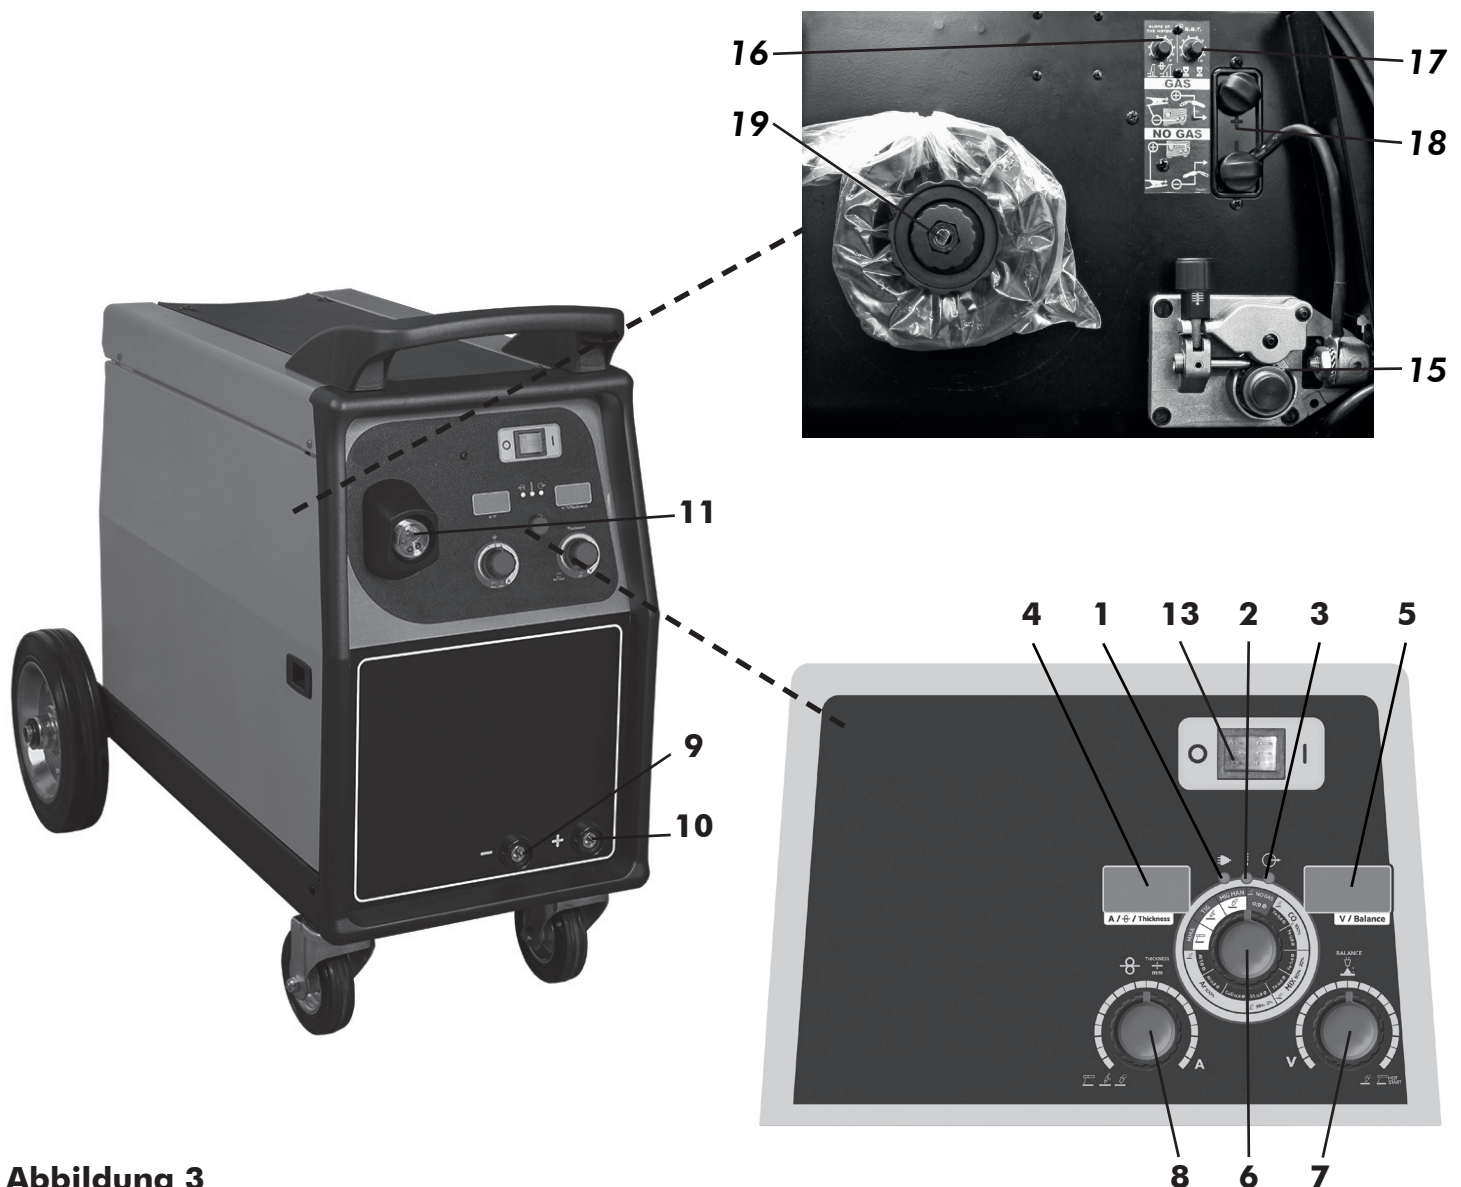

Abbildung 3
2. Synergic: in dieser Funktion hat der Bediener die Möglichkeit die Materialstärke (linker Knopf-8-) einzustellen. Sobald dies Parameter eingestellt ist, werden die korrekte Drahtgeschwindigkeit und die Schweißspannung automatisch der zu schweißenden Materialstärke angepasst. Eine Korrektur der Schweißspannung ist am rechten Knopf (7 Bild 3) von -5 bis +5V möglich.